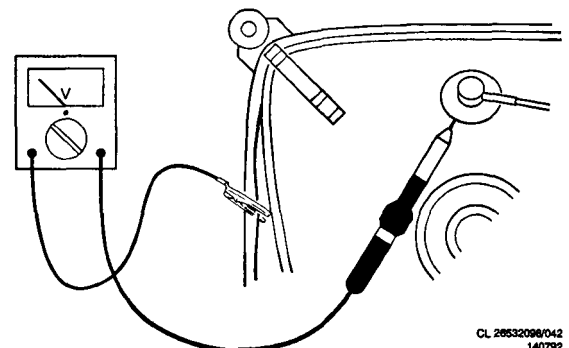

Abb. 3.1
1. Um Beschädigungen von ICs und Transistoren zu verhindern, muß jeder Hochspannungsüberschlag vermieden werden. Um eine Beschädigung der Bildröhre zu verhindern, muß zur Entladung der Bildröhre das in Abb. 3.1 angegebene Verfahren angewendet werden. Benutzen Sie einen Hochspannungstaster und ein Universal-Meßinstrument (Einstellung DC-V). Die Entladung muß erfolgen, bis der Zeigerausschlag des Instruments 0 V beträgt (nach ca. 30 s).